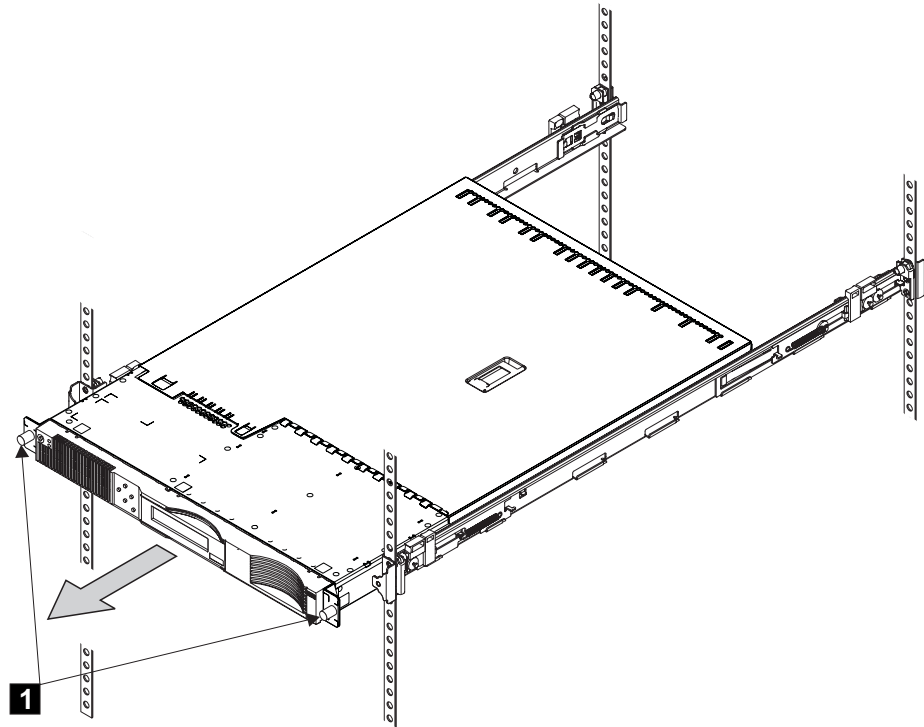

図 66. 前面のねじを抜いて、SAN ボリューム・コントローラー 2145-4F2 を取り外します。
1. 2 つの前面ねじ **1** を、図 66 に示すとおりにねじを抜きます。